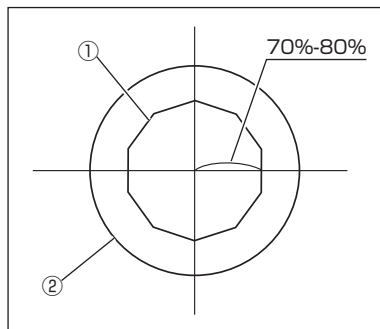

図19
2. コントラストが常に低い際には、ハンドル③をまわして、接眼レンズの倍率の位置に矢印を合わせます。例えば、対物レンズの開口数の70から80%にします。必要ならば、接眼レンズをはずして接眼筒からみることができます。ハンドル③を調整して、図19のようになるまで合わせます。
- ①は開口絞りの像で、②は対物レンズの視野範囲です。